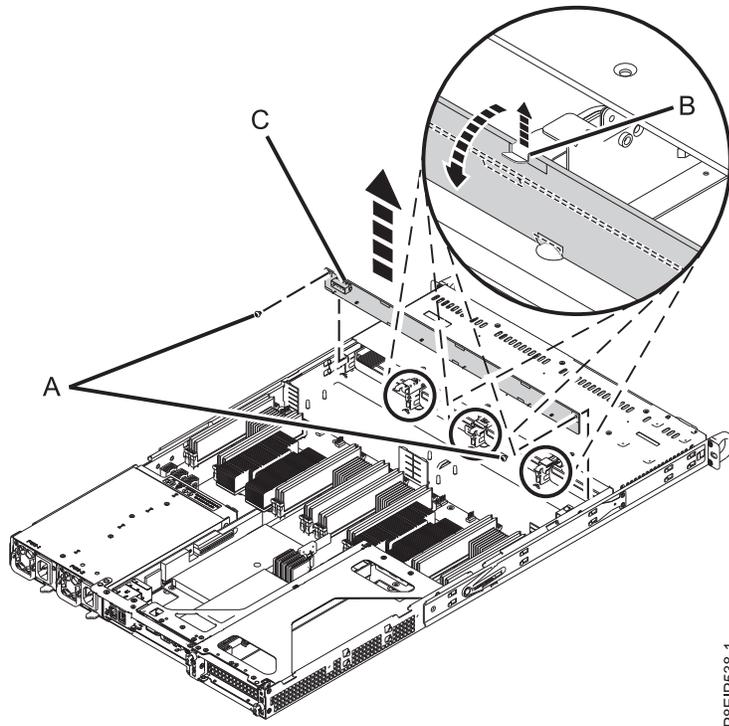

Abbildung 13. Rückwandplatine des Laufwerks ausbauen und Schrauben entfernen
5. Bauen Sie die Rückwandplatine des Laufwerks aus (siehe Abb. 13 auf Seite 17).